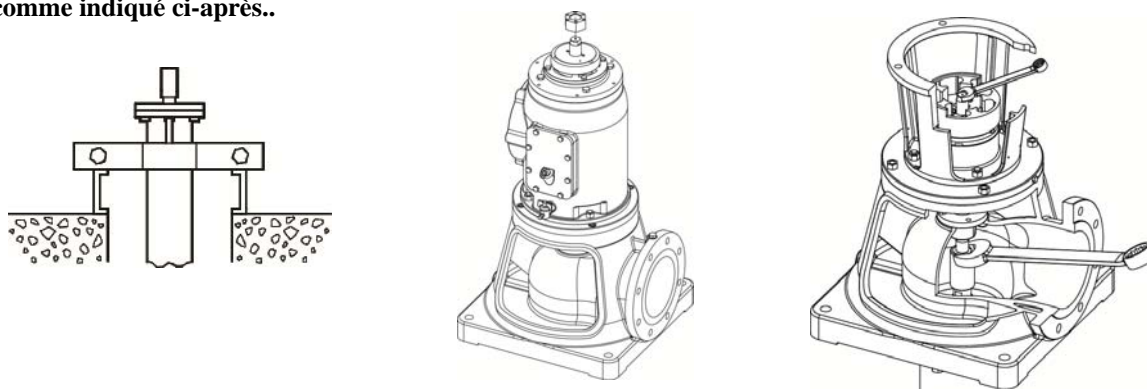

Figure 9
- Appliquer une légère couche de graisse graphitée sur l'extrémité filetée inférieure de l'arbre de transmission (ce filetage se trouve dans le coude de refoulement de la tête de commande - fig. 9).
- Dévisser l'écrou de réglage et l'enlever de son arbre (fig. 9).
- Visser à fond en agissant sur la clé située sur la partie supérieure de l'arbre de la tête (fig. 9).